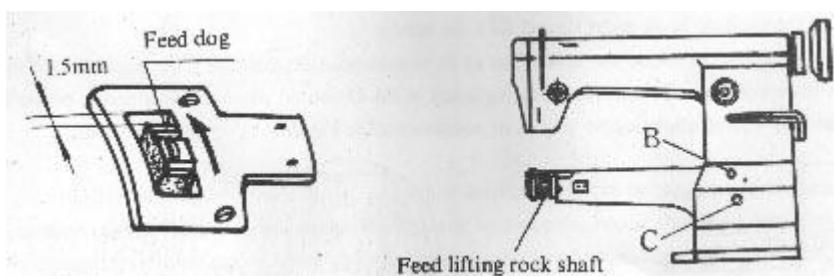

Рис. 32
При регулировке сначала снимите несущее кольцо, опорное кольцо, иглу и поднимите зубчатую рейку в крайнее верхнее положение. Ослабьте зажимной винт подъемного вала двигателя ткани в отверстии В, затем поверните кривошип вала на соответствующую высоту зубцов зубчатой рейки, после чего затяните зажимной винт (см. рис. 32).
(2) Для регулировки зафиксируйте зубчатую рейку в таком положении, когда зубчатая рейка полностью выдвинута. Затем ослабьте прижимной винт коленчатого вала двигателя ткани (см. рис. 32) и переместите ведущий стержень, чтобы отрегулировать расстояние между зубчатой рейкой и игольной пластиной. В завершении затяните прижимной винт.